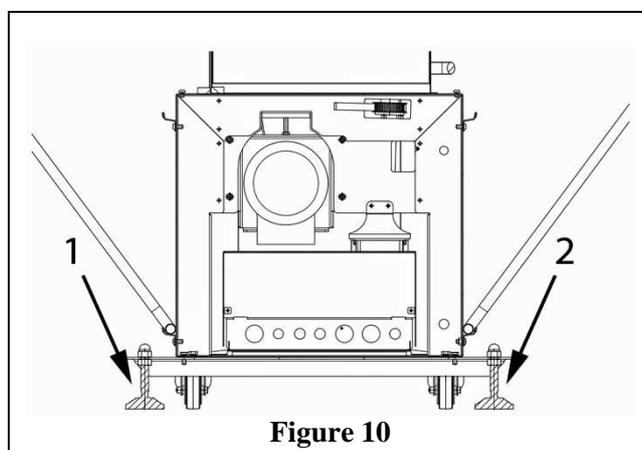

Figure 10
Après avoir positionné la machine, elle doit être stabilisée en utilisant des pieds spéciaux (Figure 10, pos.1 e 2).